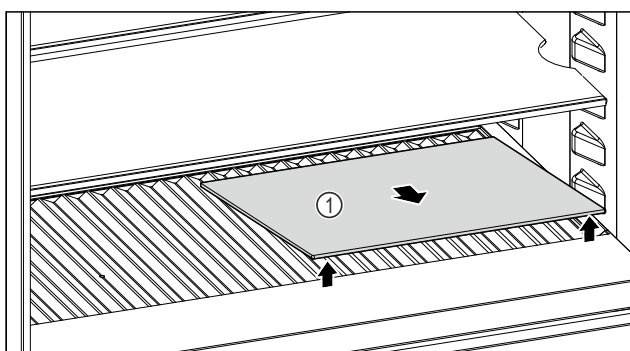

Fig. 166
- Sollevare il ripiano di vetro Fig. 166 (1) dall'incavo anteriore e rimuoverlo.
- Conservare il ripiano di vetro Fig. 166 (1) fuori dall'apparecchio in un luogo sicuro.